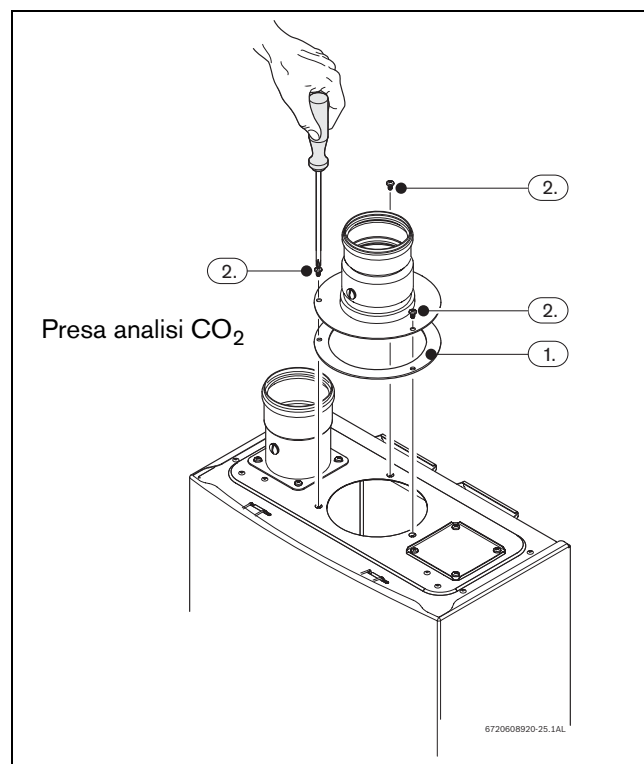

Fig. 30
- ▶ Collocare la guarnizione tra l'apparecchio e l'accessorio base, Fig. 30, pos. 1.
- ▶ Serrare le 3 viti dell'accessorio base, Fig. 30, pos. 2.